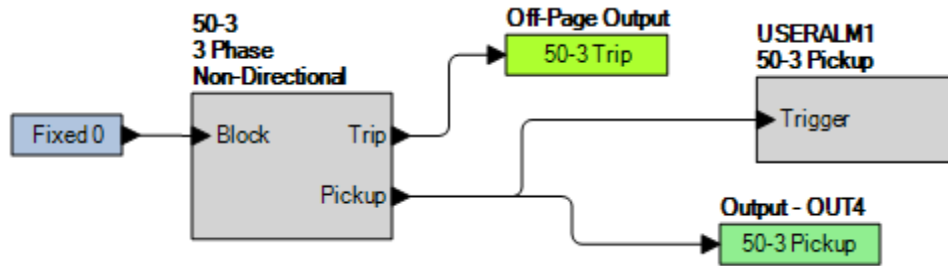

Figura 20. OUT4 y USERALM1 con lengüetas definidas por el usuario
Paso 15: Figura 20 muestra las lengüetas definidas por el usuario de OUT4 y USERALM1 a las que se les dio nombre en el paso 13 y en el paso 14.